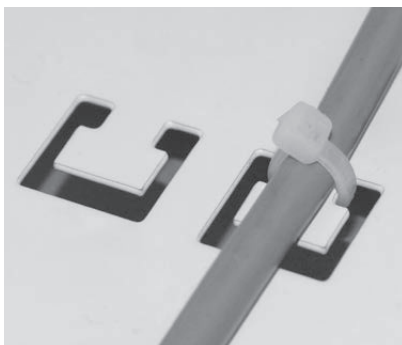

Fig. 33 Kabel mit Kabelbinder als Zugentlastung befestigen
- ▶ Alle Kabel mit Kabelbinder als Zugentlastung an der gestanzten Lasche befestigen – Fig. 33.
Alle Kabel mit Kabelbinder als Zugentlastung an der gestanzten Lasche befestigen – Fig. 33.